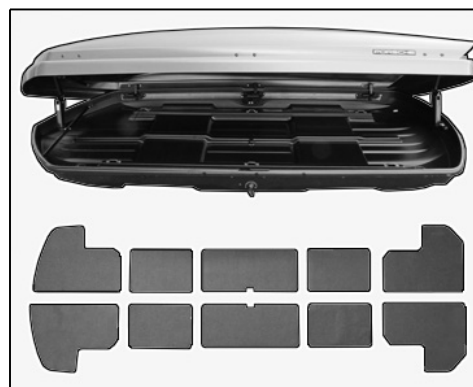

Figura 8
- 6.6.3 Colocar las esterillas del suelo en el portaequipajes hermético 320 según la figura 8.